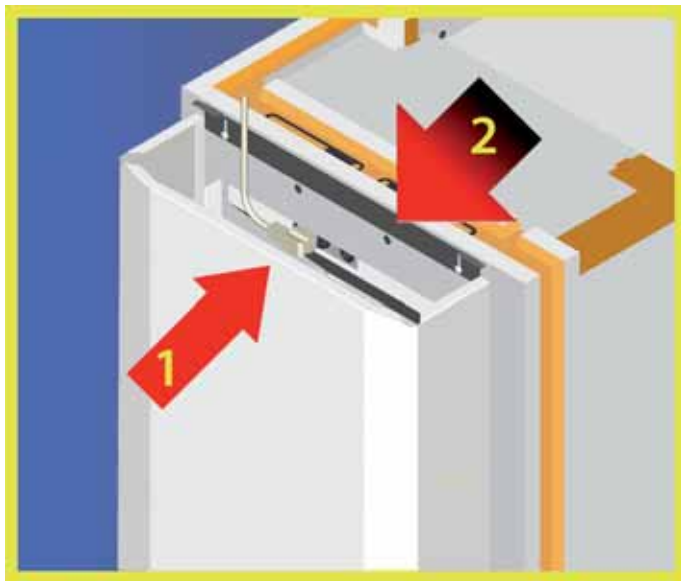

Fig. 15. Montering av tilførselskabel og øvre frontdeksel.
Montering av tilførselskabelen gjøres som vist i fig. 15. Sett apparatstøpset inn i stikkontakten på maskinens øvre venstre hjørne. Monter det øvre frondekselet ved hjelp av feste (2). Dra til de to skruene.